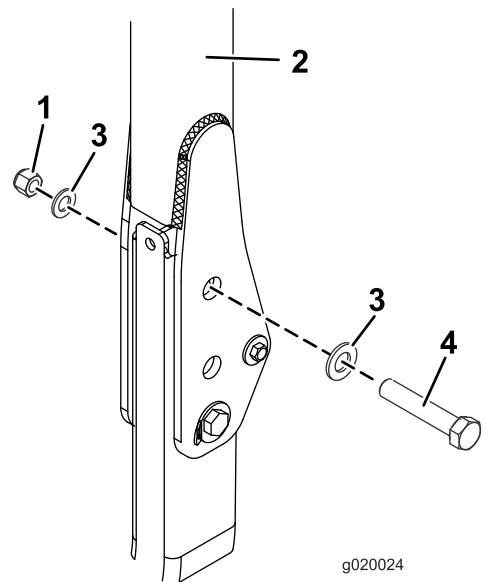

Figura 30
4. Nei fori da cui sono state estratte le spine, installate bulloni e rondelle (**Figura 30**).
5. Montate un'altra rondella su ciascun bullone e fissate con un dado ($\frac{3}{4}$ "), come illustrato nella (**Figura 30**). Serrate i dadi a 323–396 N·m.
6. Serrate il bullone orientabile del ROPS (**Figura 30**) a 91–113 N·m per evitare il rimbalzo del roll bar e del parasole.
3. Inserite una rondella ($\frac{13}{16}$ " x $1\frac{1}{2}$ ") su ciascun bullone ($\frac{3}{4}$ " x 4"), come illustrato nella **Figura 30**.